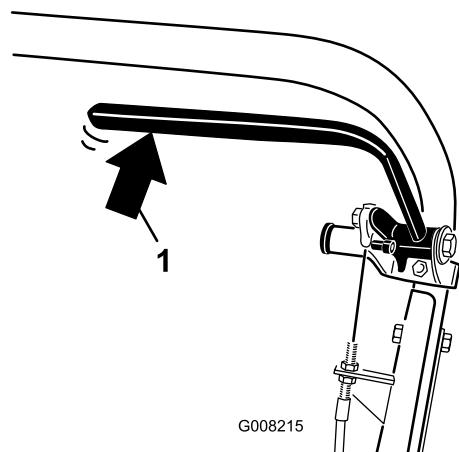

Рисунок 38
- Используя пружинные весы, отожмите рычаг рабочего тормоза назад (Рисунок 38). Отпускание тормоза должно происходить при приложении усилия 13,5–18 кг. Если стояночный тормоз отпускается раньше, чем будет приложено усилие 13,5–18 кг, отрегулируйте тросик тормоза.